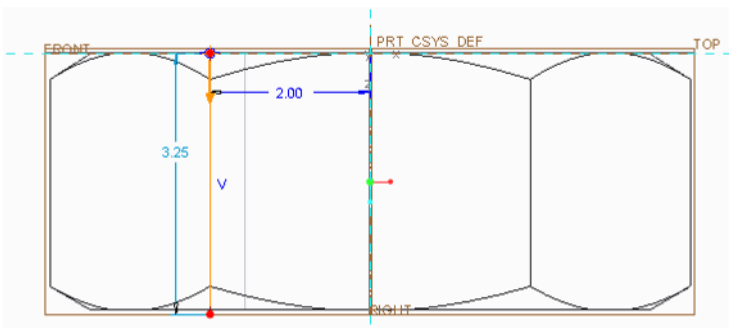

Рисунок 1.20 – Ескіз для завдання глибини та довжини спіралі
10. Знову зробити паузу (кнопка **Pause**) і вписати текст: *“Побудуйте лінію для завдання глибини та довжини вирізу різьби. Щоб продовжити натисніть «Відновити».”*. Після натиснення на кнопку **OK** накресліть лінію як показано на рис. 1.20, і відновивши запис (**Resume**) завершіть побудову ескізу . Тепер зробивши паузу ще раз, натиском кнопки **Pause** у вікні **Record Mapkey** зробити наступну підказку: *“Вкажіть вісь для обертання спіралі. Натисніть кнопку «Відновити» для продовження.”*, та натиснути на **OK**. Потім відновити запис **Resume**.